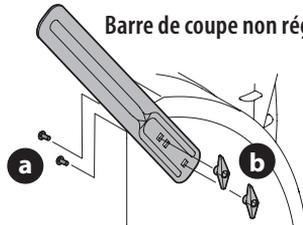

Figure 44
1. Retirez les boulons de carrosserie (a) et les écrous papillon (b) qui fixent chaque barre de coupe, puis retirez les barres de coupe. Voir Figure 44.
2. Retournez les barres de coupe et placez-les sur le boîtier des tarières comme indiqué à la Figure 44.